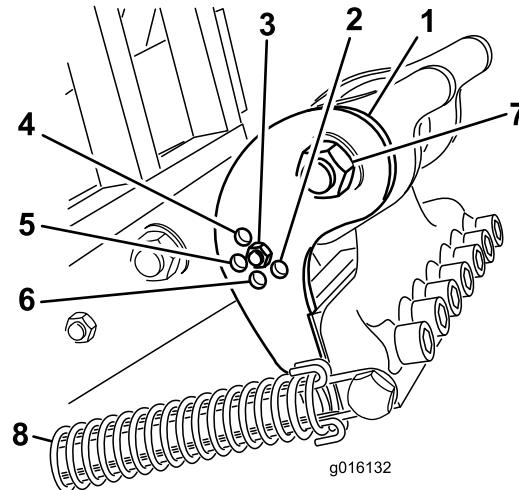

Figura 36
Coloque o suporte da inclinação (Figura 36) na posição correta com base no comprimento do dente. O batente da cabeça está definido para 1 de 5 posições predeterminadas escolhendo o orifício através do qual coloca a barra de ajuste. Estes furos são apenas predefinidos; por exemplo, ao utilizar um dente de 25,4 cm numa posição de 30,48 cm, poderá obter um acabamento mais suave; dependendo da aplicação.
3. Liberte a tensão da mola para a cabeça do dente (Figura 36).
4. Retire a porca e o parafuso dos orifícios de ajuste no suporte da inclinação (Figura 36).